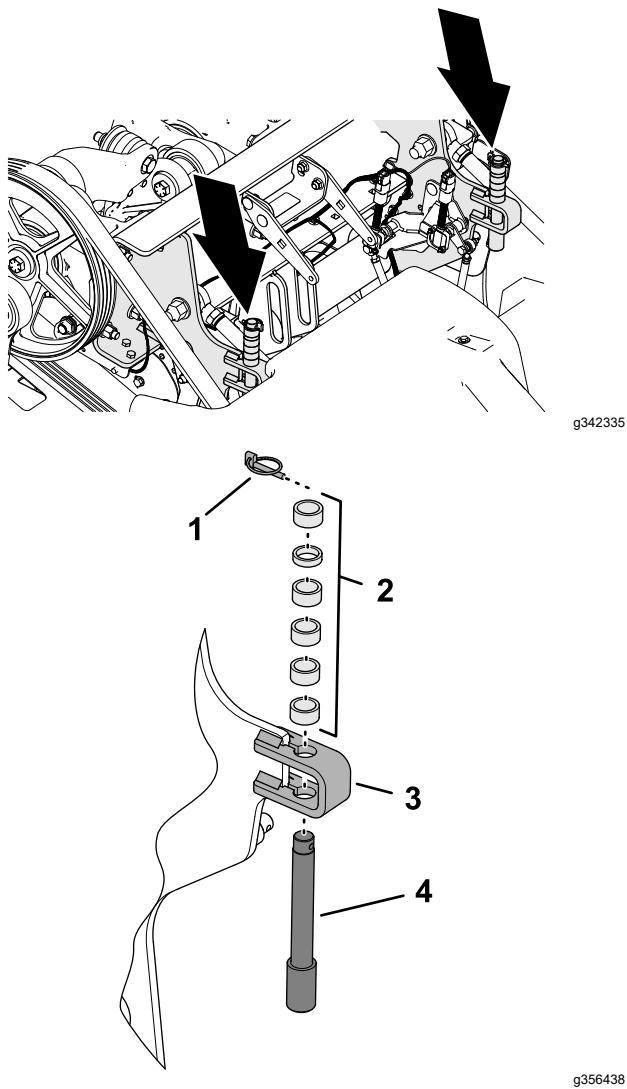

Figura 114
3. Rimuovete la coppia ad anello che fissa il perno e i distanziali di arresto della profondità alla staffa di arresto (Figura 114).